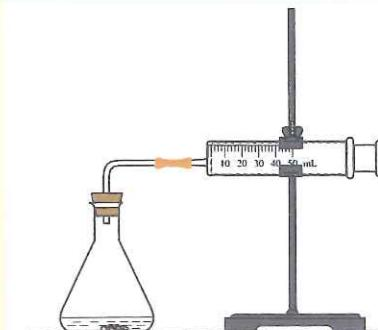

图 2-4 盐酸与大理石反应的实验装置图
1. 如图2-4所示，在锥形瓶中放入5 g大理石，加入20 mL 1 mol·L⁻¹盐酸。每隔10 s观测玻璃注射器中气体的体积，将实验数据记录到表2-3中。